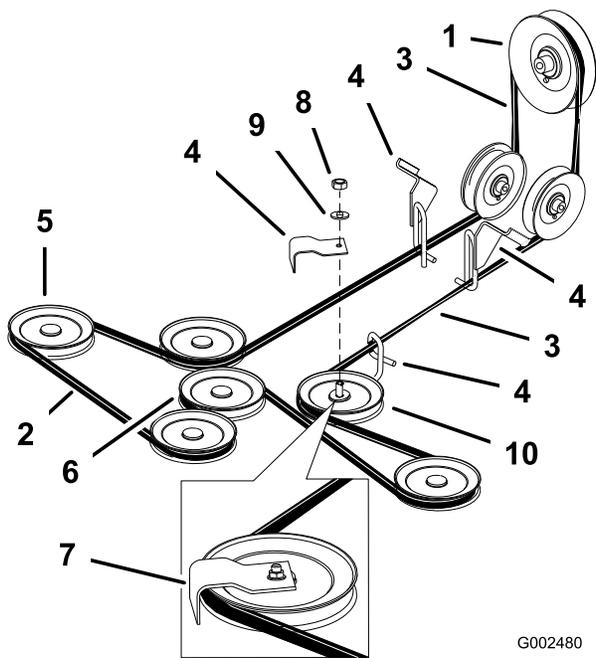

Figure 57
4. Desserrez l'écrou de fixation de la plaque du bras de tension et déplacez la plaque pour détendre la courroie sur la poulie de tension (Figure 57).
6. Dégagez la courroie de tablier de coupe des guides et enlevez-la (Figure 57).
7. Installez la courroie neuve autour des poulies d'axe et de la poulie de tension du tablier de coupe, dans les guides de courroie, dans l'ensemble bras de tension arrière et l'embrayage (Figure 57).
Remarque: Vérifiez le vrillage de la courroie entre les poulies. Il doit être conforme aux spécifications de la Figure 57.
Important: Vérifiez le vrillage de la courroie entre les poulies. Il doit être conforme aux spécifications de la Figure 57.